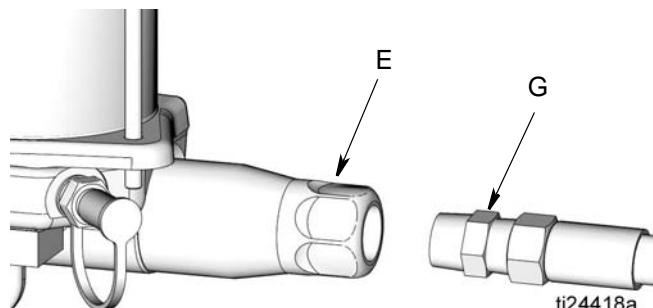

FIG. 8
6. Collegare la mandata della pompa (E) alla linea di lubrificazione (G) (FIG. 8).